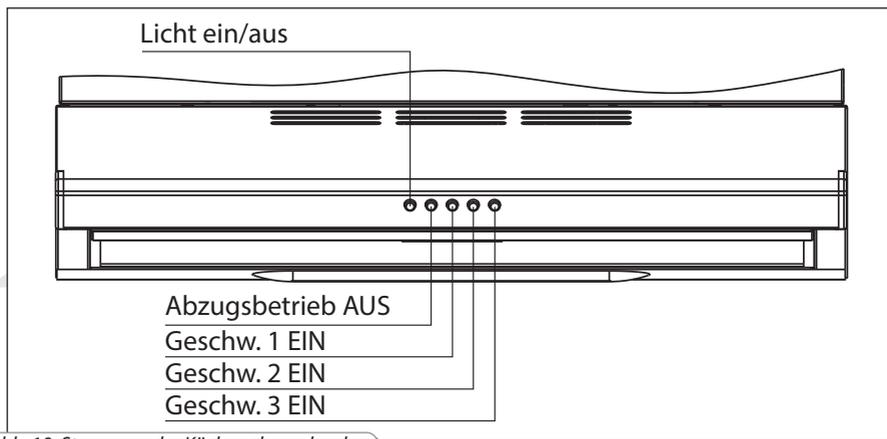

Abb. 19. Steuerung der Küchenabzugshaube
■ Zur Aktivierung der Küchenabzugshaube eine entsprechende Geschwindigkeitstaste (1-2-3) drücken, Abb. 19. Der Betrieb der Küchenhaube hat immer Vorrang dem Bedienfeld gegenüber. Beim Betrieb der Küchenabzugshaube ist das Bedienfeld ausgeschaltet.
■ Zur Deaktivierung der Küchenabzugshaube eine entsprechende Taste drücken, Abb. 19. Nach dem Ausschalten schaltet die Lüftungsanlage in einen eingestellten Betrieb, in Übereinstimmung mit den Bedieneinstellungen.